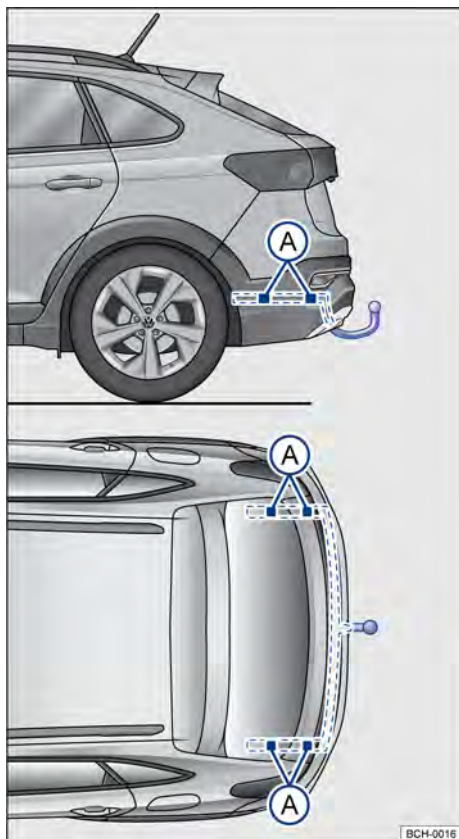

Fig. 154 Pontos de fixação para instalar um dispositivo de reboque posteriormente.
A figura → Fig. 154 ilustra, como exemplo, o ponto de fixação para instalar um dispositivo de reboque do modelo Nivus.
A montagem posterior de um dispositivo de reboque deverá ser efetuada de acordo com as instruções do respectivo fabricante do engate, sempre respeitando os pontos de fixação indicados na → Fig. 154 (A).